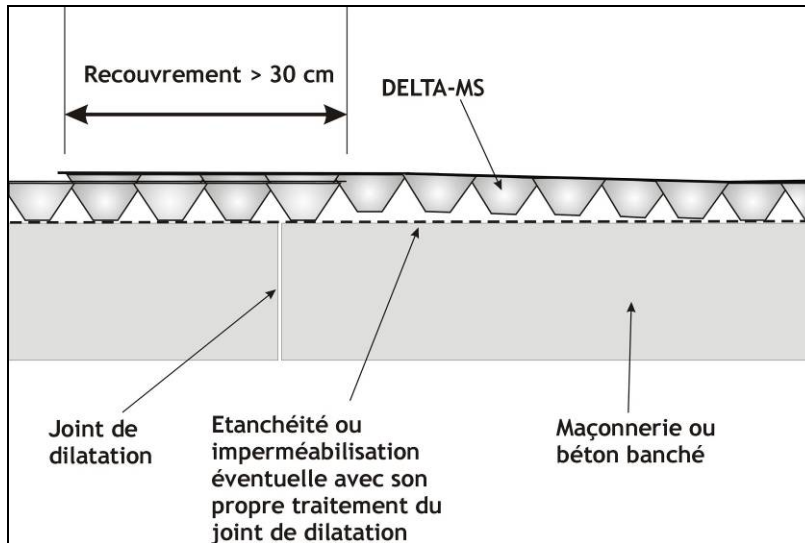

Figure 13 – Joint de dilatation - Recouvrement du dernier lé (coupe horizontale)
5.45 Joint de dilatation (cf. figure 13)